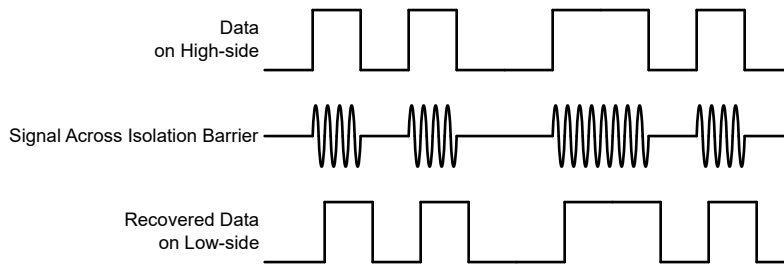

图 7-4. 基于 OOK 的调制方案
AMC23C15 使用开关键控 (OOK) 调制方案 (如 图 7-4 所示), 跨过基于  $\text{SiO}_2$  的隔离栅来传输比较器输出状态。功能方框图 所示发送驱动器 (TX) 跨过隔离栅发送一个内部生成的高频载波来表示数字一, 不发送信号则指示数字零。